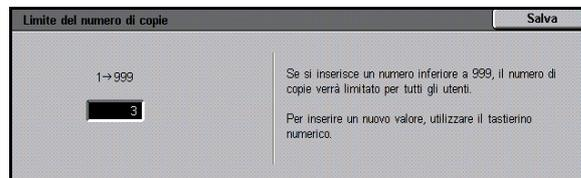

Fig. 37: Schermata Limite del numero di copie
- Nella schermata Limite del numero di copie (Fig. 37), utilizzare il tastierino numerico per inserire il numero massimo di copie/fascicoli consentito (da 1 a 999).